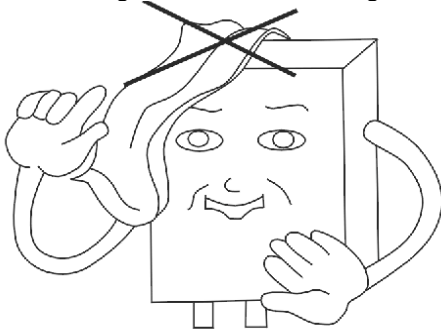

Fig 17
- No coloque toallas ni ropa encima del calentador de agua (Fig. 17)